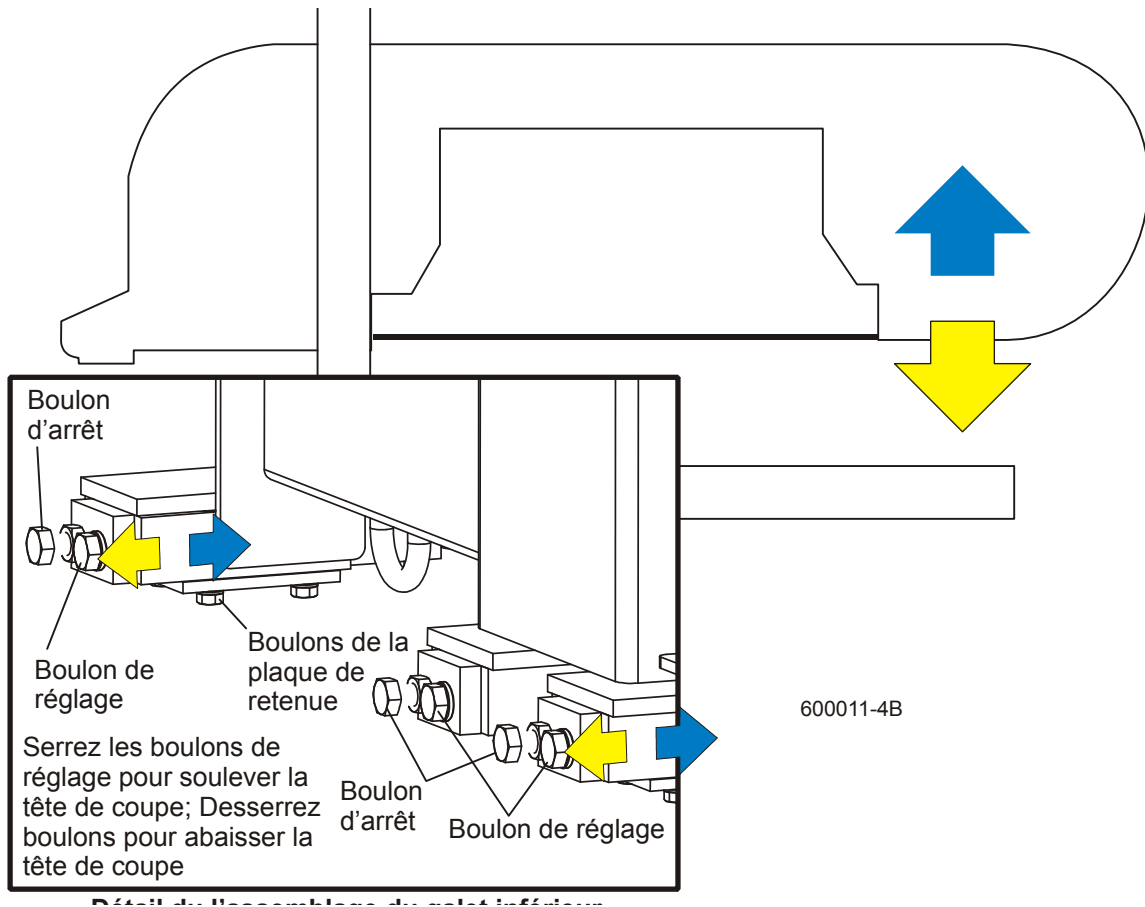

FIG. 7-25
**Voir Figure 7-25.** Pour ajuster l'inclinaison de la tête de coupe, utilisez les boulons situés au pied du mât de la tête de coupe. Desserrez les trois jeux de quatre boulons de la plaque de retenue. Pour soulever l'extérieur de la tête de coupe, desserrez les boulons d'arrêt puis serrez les boulons de réglage. Pour abaisser l'extérieur de la tête de coupe, desserrez les boulons de réglage et serrez les boulons d'arrêt. Vérifiez de nouveau l'inclinaison de la tête de coupe et réajustez les boulons si nécessaire. Resserrez les